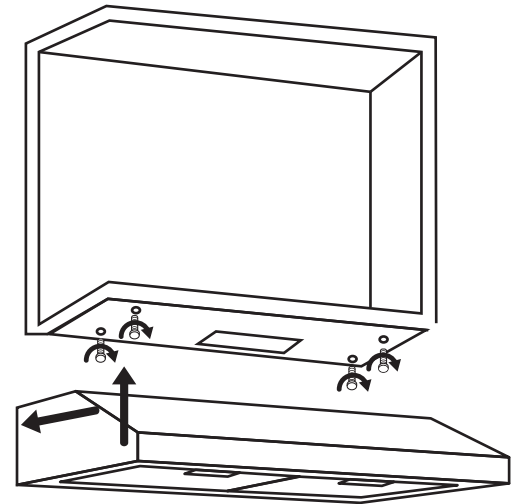

Figure 4
- En utilisant les mesures fournies à la page 7, mesurez et percez 4 trous dans le fond de l'armoire (voir figure 4).
- Alignez la hotte aux trous dans le bas de l'armoire et vissez en utilisant les vis fournies (voir figure 4).